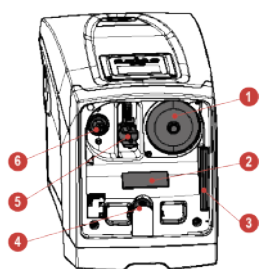

Figura 3
- All'interior interiorul localului tehnic aveți acces la (vezi Figura 3):